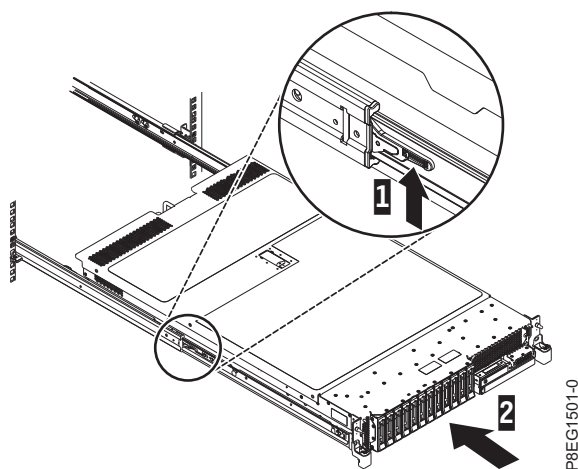

図 8. リリース・ラッチを持ち上げて、サーバーをラックに押し込む
3. スライド・レールにある青色のリリース・ラッチ (1) を引き上げ、サーバー (2) を所定の位置に収まるまでラックの中に押し込みます。詳しくは、8 ページの図 8 を参照してください。